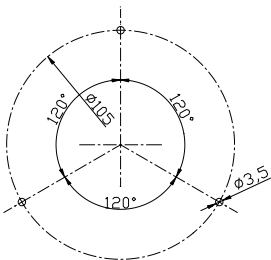
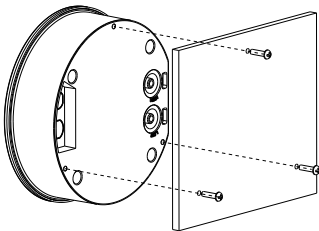

图 1
图 2
- (1) 方式一，如图 1，在安装平面上钻 3 个夹角为 120 度的安装孔，孔直径 3.5mm，如图 2，用配件螺钉 M3x8 与平面安装好。